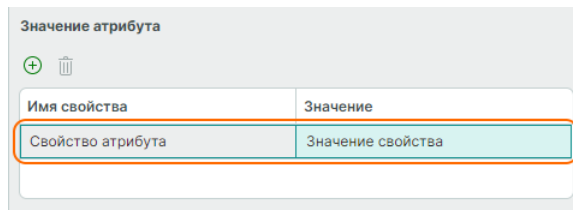

Рис. 500 Поле «Имя атрибута»
1. Введите имя атрибута, см. Рис. 500.